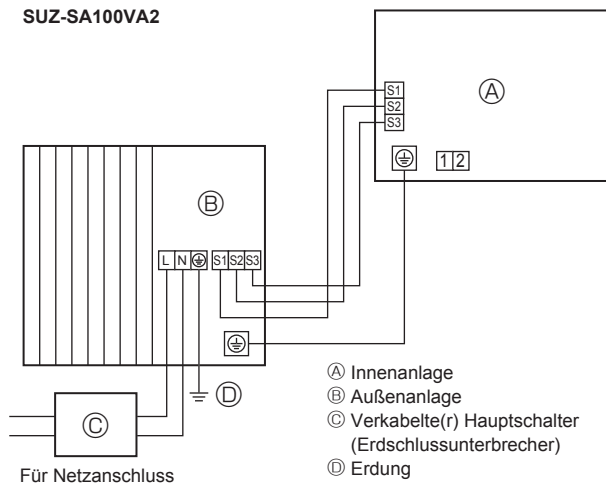
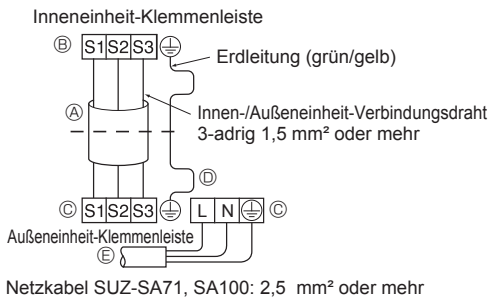
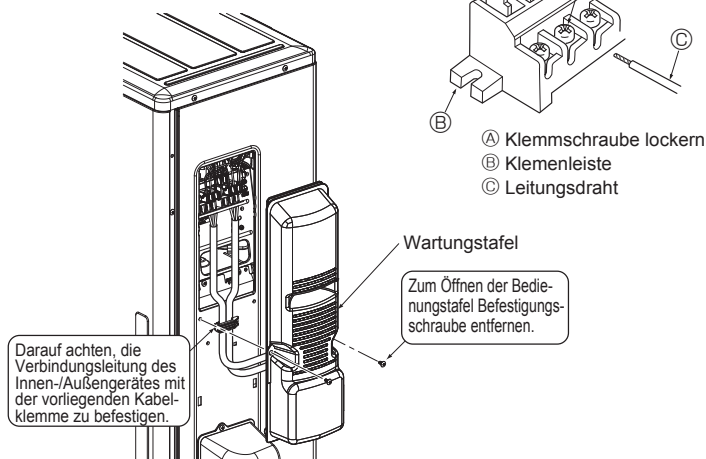

Fig. 5-1
Fig. 5-2
Fig. 5-3
### 5.1. Außeneinheit (Fig. 5-1, Fig. 5-2, Fig. 5-3, Fig. 5-4)
- Verdrahtung wie in der Abbildung links unten dargestellt vornehmen. (Kabel ist vor Ort zu beschaffen) (Fig. 5-2)
- **Sorgfältig darauf achten, Fehlverdrahtung zu verhindern. (Fig. 5-3)**